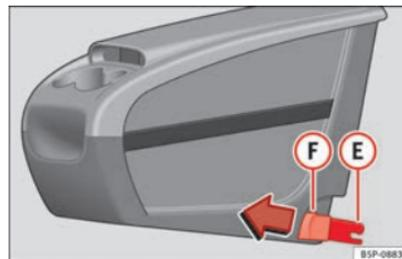
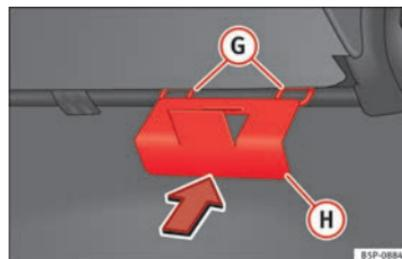

Fig. 107 Portaobjetos móvil. Montaje.
Fig. 108 Placa de fijación del portaobjetos móvil.
- Coloque desde el interior del vehículo la placa de fijación **(H)** ⇒ fig. 108 del portaobjetos móvil, por la parte posterior del asiento. Debe estar situada entre el respaldo y el cojín, en la zona de la plaza central.
- Encare las dos piezas de fijación **(E)** ⇒ fig. 107, con las dos anillas de fijación **(G)** ⇒ fig. 108 y presione con fuerza hasta que las dos pinzas clipen totalmente con las anillas.
- Tire de cada uno de los botones ⇒ fig. 107 **(F)** de las pinzas (botones rojos) hacia delante, hasta oír que ha desclipado.